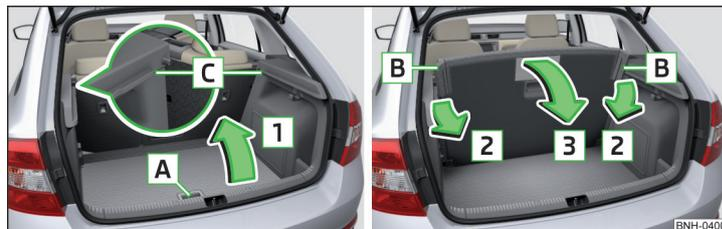

Fig. 104 Ajustar en la posición de estacionamiento / abatir desde la posición de estacionamiento
- Agarrar el suelo de carga variable por el agarradero [A] » fig. 104.
- Presionar sobre las esquinas plegables [B] » fig. 104 situadas a los dos lados del suelo de carga variable en el sentido de la flecha [2] y soltarlas de las posiciones [C].